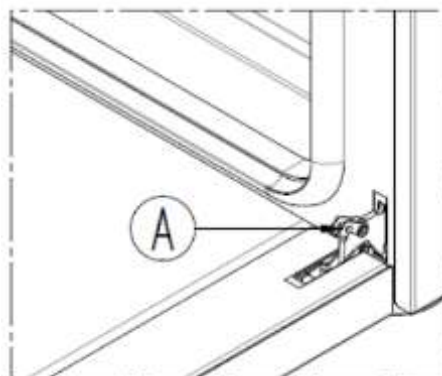

Fig. 8
- ruotare completamente il particolare mobile della cerniera "A" (Fig. 8);